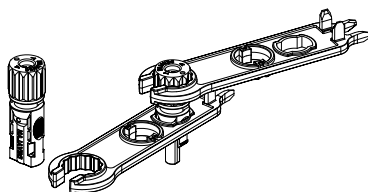

Abb. 6.5 Stecker mit aufgeschraubter Überwurfmutter
c) Führen Sie den Kontaktstift in den oberen Teil des Steckers ein und schrauben Sie die Überwurfmutter vollständig auf den oberen Teil des Steckers, wie in Abbildung 6.5 gezeigt.